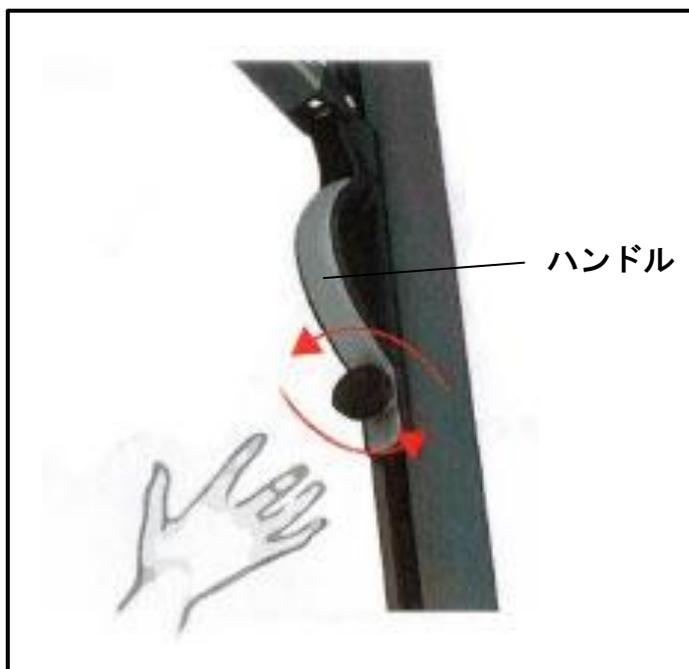

図.5
- ① スライドハンドルの下側にあるストッパーネジを緩めます。(図.5)